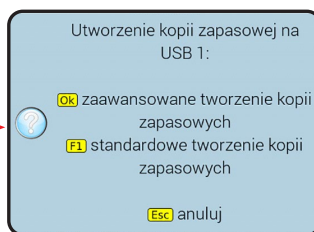

Fig. 292
- Wybrać pozycję **Usuń wszystkie pliki backup z USB1** (Fig. 292) i nacisnąć **OK**. Monitor żąda potwierdzenia usunięcia (**OK**: potwierdź, **ESC**: anuluj).